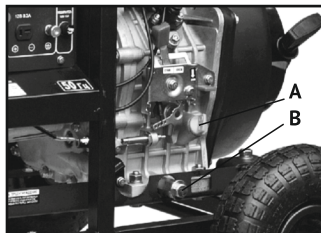

Рис. 10
- Открутите крышку сливного отверстия картера (рис.10, **В**), расположенную на двигателе под крышкой масляного щупа (рис.10, **А**).